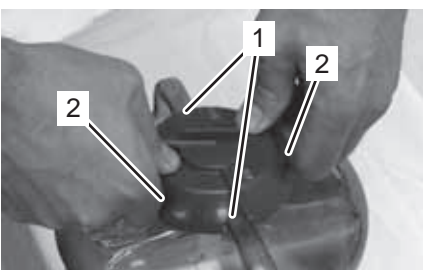

Fig. 40
4. Introduisez l'adaptateur de fût de telle sorte dans le fût réservoir que les échancrures (Fig. 40/1) de l'adaptateur de fût se trouvent au-dessus des poignées du fût réservoir.
5. Enfoncez les deux verrouillages (Fig. 40/2). Rabattez ensuite l'adaptateur de fût complètement vers le bas.
6. Relâchez les deux verrouillages (Fig. 40/2).